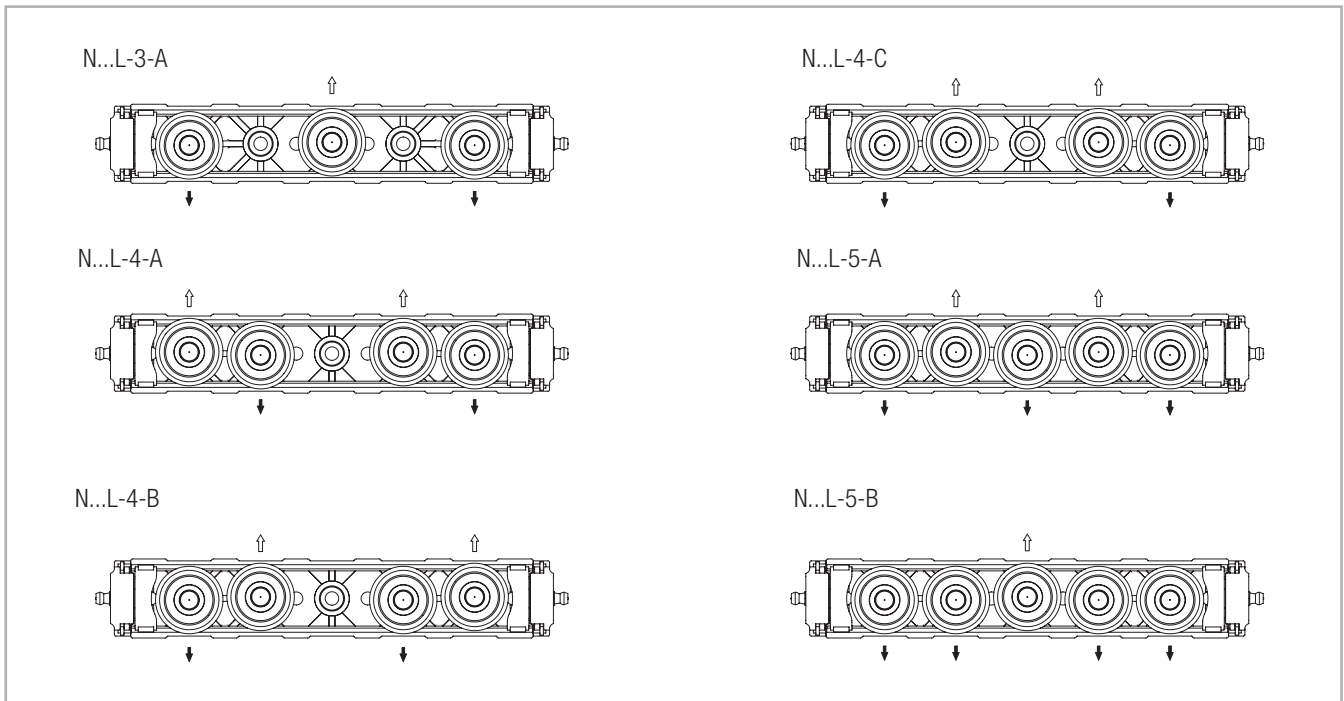

Fig. 32
** El número de rodamientos varía según la configuración, véase pág. CR-18, fig. 32